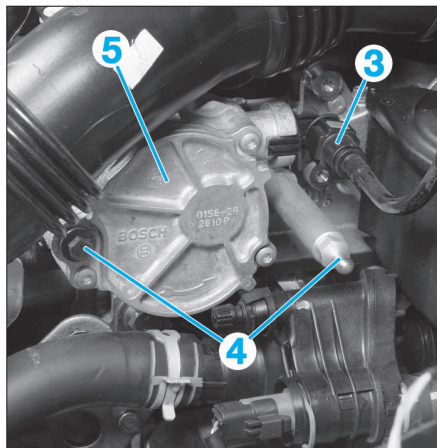

FIG. 24
- Désaccoupler la prise de dépression (3) (Fig.24).
- les vis (4)
- la pompe à vide (5).